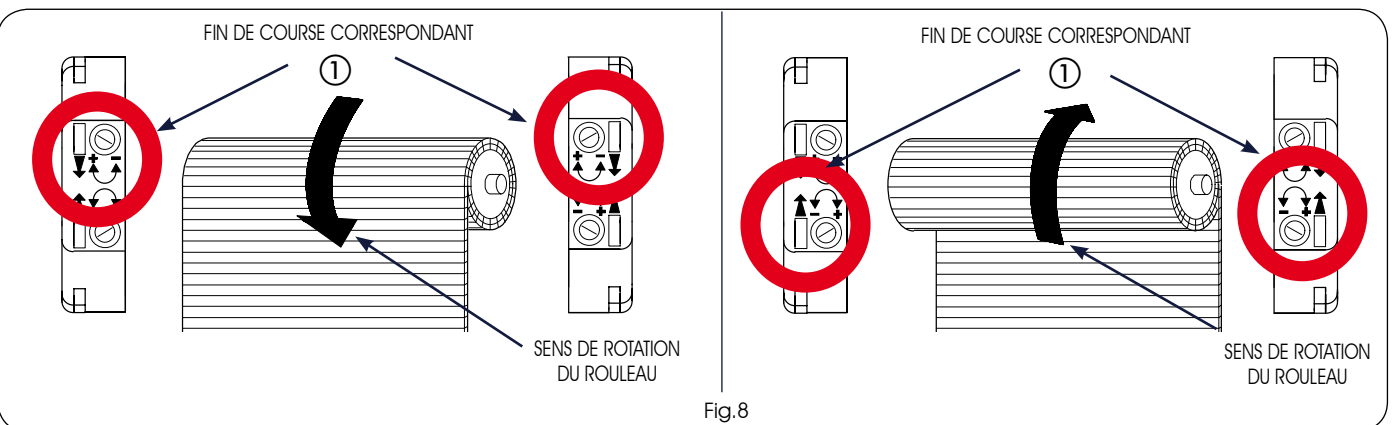

Fig.8
Pour faciliter l'identification des vis de réglage des fins de course, faire référence aux figures 8 - 9 suivant le côté de montage du moteur (DR ou GAU), et à la configuration du caisson (interne ou externe).
2) Avec l'outil de réglage (Fig.1 réf.⑤), tourner la vis du fin de course correspondant au sens de rotation de descente du rouleau (Fig.8 réf.①), vers le signe plus (+) pour augmenter la course du rideau à enroulement, vers le signe moins (-) pour la diminuer.